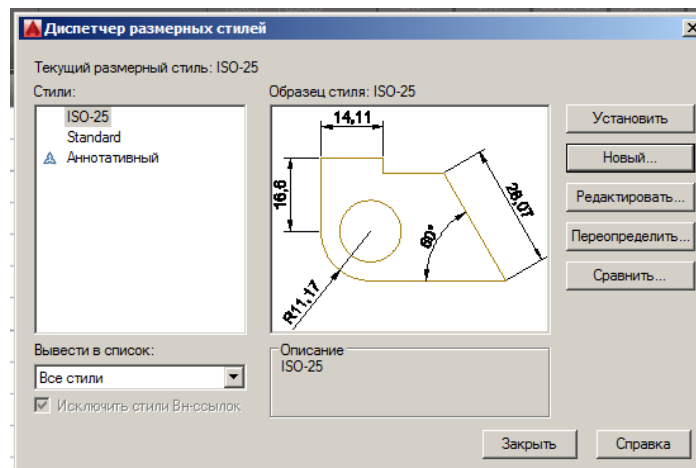

Рис. 19
- из выпадающего списка *Аннотации* ленты *Главная* выбрать пункт *Размерный стиль (Style)*. Открывается *Диспетчер размерных стилей (Dimension Style Manager)* (Рис. 19);